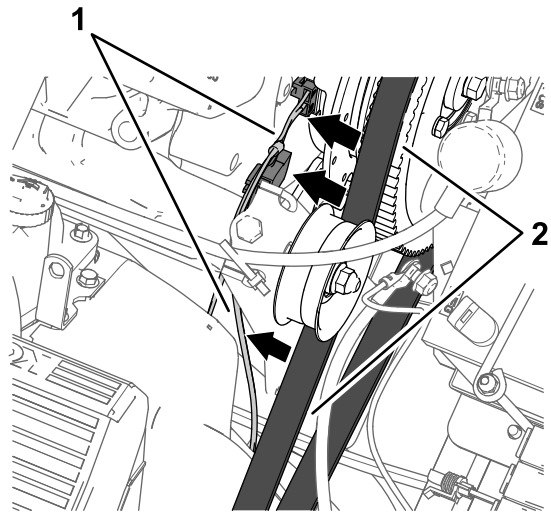

図 167
- ワイヤハーネスの枝線 84cm を、エンジンと散布用ポンプに向けて配線する。オルタネータベルトから十分に離して配線すること 図 167。